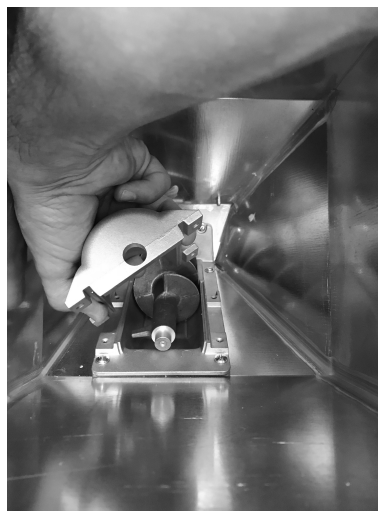

Fig. 28 - Verwijdering van het omhulsel
- Verwijder het omhulsel (zie **Fig. 28**).